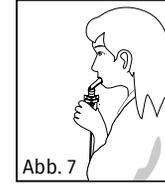

Abb. 7
9. Halten Sie die Verneblerkammer so, wie es auf dem Bild dargestellt ist, und befolgen Sie die Anweisungen Ihres Arztes oder Lungenfacharztes. Atmen Sie wie normal durch das Mundstück, Maske oder Nase aus (Abbildung 7).